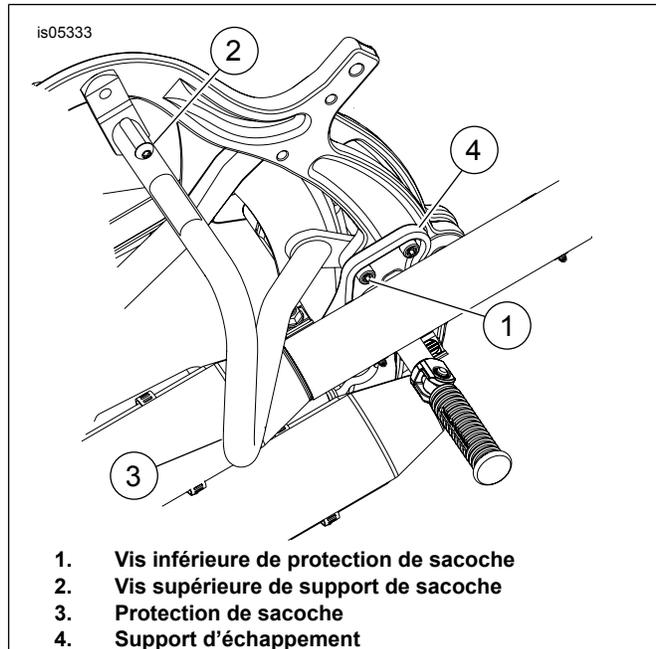
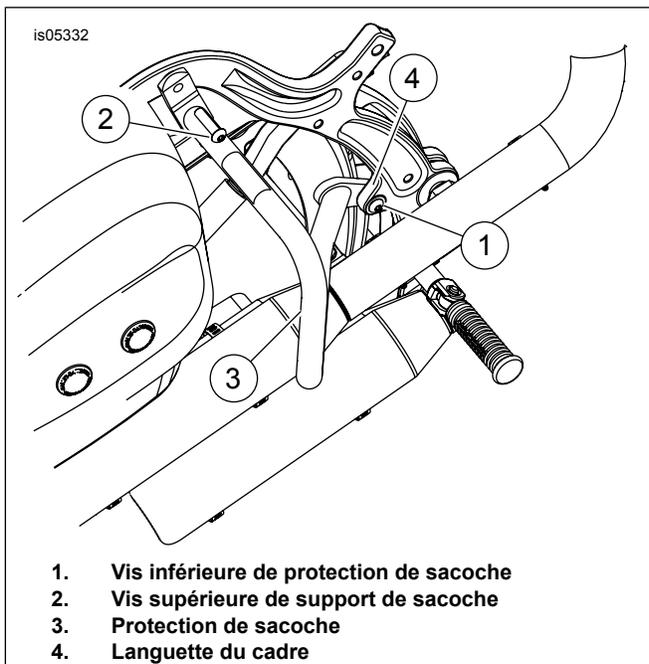

Figure 5. Installer la protection de sacoches – le côté droit est représenté (modèles de 2005)
Figure 6. Installer la protection de sacoche – le côté droit est représenté (modèles de 2007 et plus récents)
5. Voir Figure 5. Déplacer suffisamment les silencieux pour accéder au boulon arrière attachant le support de montage d'échappement au cadre. Enlever le boulon (1) et jeter.
Sur les modèles de 2007 et plus récents, la languette de cadre (4) possède un bouchon au lieu d'un boulon (voir Figure 6, élément 1).
Voir Figure 5 ou Figure 6.